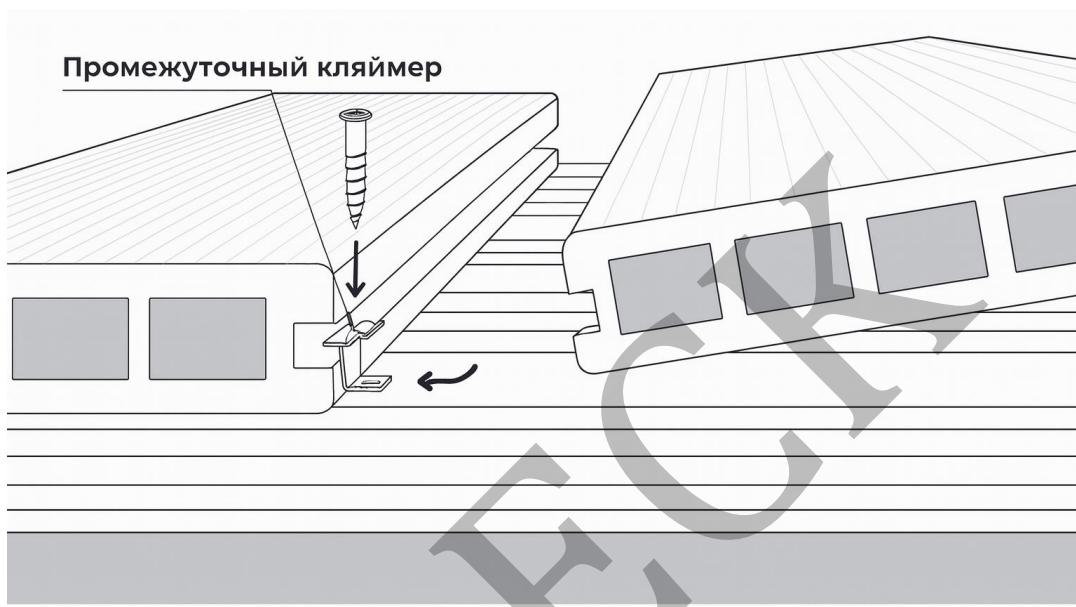

Рис.10
3. Закрепляют промежуточный кляймер, добиваясь необходимой ширины шва 4–5 мм. Перепады температуры и влажности вызывают расширение и усадку террасной доски, в результате чего может возникать вспучивание и коробление покрытия. С учетом этого со всех сторон необходимо предусматривать компенсационные зазоры (швы): продольные (по длинной стороне доски) – 4–5 мм, торцевые – 6 мм. Далее крепят каждую последующую террасную доску **SinoDeck**, обеспечивая необходимый зазор перед креплением саморезами. Промежуточный кляймер плотно вдавливают под доску, прижимая ее (рис.10)"